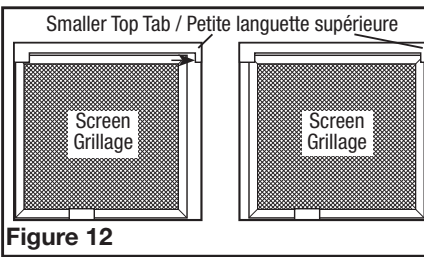

Figure 12
3. Slide the screen back over towards the smaller top tab making sure the screen fits behind the tab (**Figure 12**).
4. Confirm that the screen is being held in place by both top tabs (**Figure 12**).
3. Faites glisser le grillage vers la plus petite languette supérieure en vous assurant que le grillage se place derrière la languette (**Figure 12**).
4. Confirmez que le grillage est maintenu en place par les deux languettes supérieures (**Figure 12**).